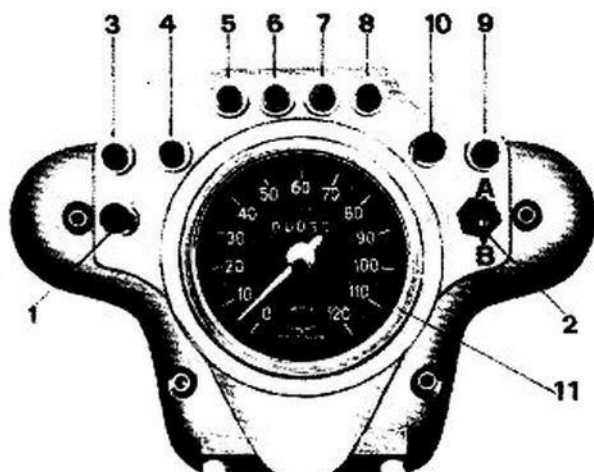

Fig. 161
(vedere fig. 161)
(vedere 1 di fig. 161)
(vedere 10 di fig. 161)
(vedere 2 di fig. 161)
N.B. - Ricordarsi che il commutatore sul cruscotto (2 di fig. 161) deve essere in posizione «A».